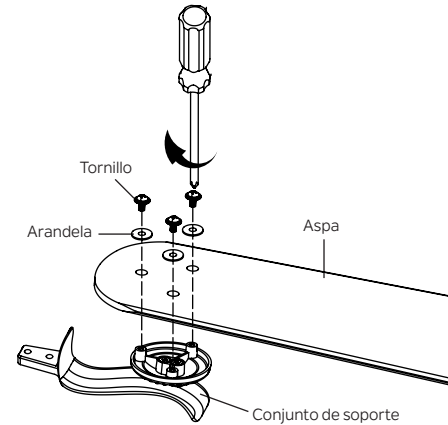

Figura 20
Paso 1. Fije las aspas a los conjuntos de soporte como se muestra, apriete firmemente con tornillos y arandelas del paquete de accesorios. (Figura 20)